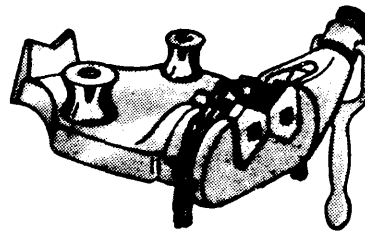

Fig. 5
*Prensa de cadena para banco*, (fig. 5): más liviana y menos resistente que el modelo anterior puede atornillarse en un tablón apoyado en dos caballetes. Se utiliza en trabajos de poca envergadura (reparaciones y construcciones de viviendas pequeñas) o como auxiliar en trabajos grandes. Se encuentra en seis tamaños que van de 1/8" a 12".